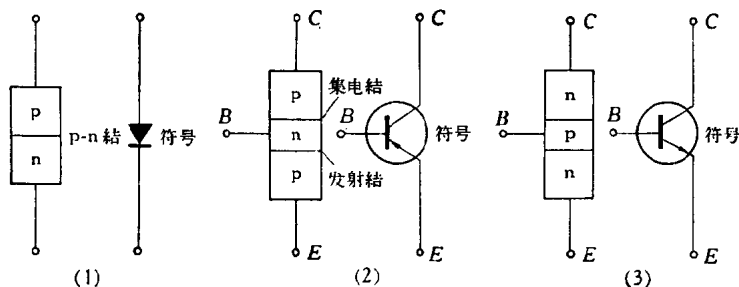

图 1-2
二极管有一个 $p-n$ 结, 用图 1-2(1) 符号表示, 如果我们在一块半导体上制造二个 $p-n$ 结, 就形成晶体三极管了。根据组合方式的不同, 晶体三极管有 $p-n-p$ 型和 $n-p-n$ 型两种 [见图 1-2 (2) 及 1-2 (3)], 但他们的工作原理是相同的。晶体三极管共有三个不同的导电区域: $p-n-p$ 型晶体管中间是 n 区, 二边是 p 区, $n-p-n$ 型晶体管中间是 p 区, 二边是 n 区。中间区域的电极称为基极, 用 B 表示, 其它两边一端是发射极, 用 E 表示, 一端是集电极, 用 C 表示。其中发射极和基极形成一个 $p-n$ 结, 叫发射结, 集电极和基极形成的那个 $p-n$ 结, 叫集电结。